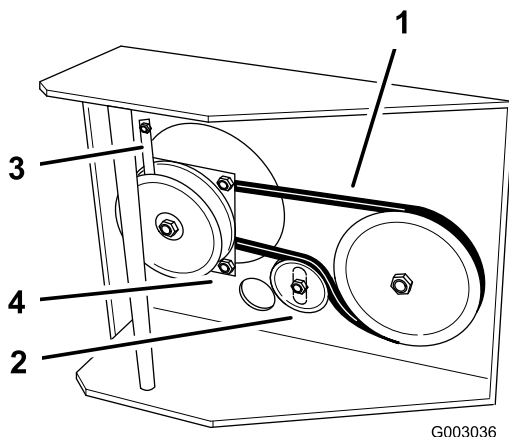

Figura 41
8. Desenganche el retén del embrague y retire el retén (Figura 41).
9. Afloje el perno de montaje de la polea tensora lo suficiente para poder desplazar la polea tensora, y retire la correa de tracción de la polea de la transmisión y del embrague (Figura 41).
11. Enganche el retén del embrague al embrague y fíjelo al bastidor con el perno de montaje del motor (Figura 41).
12. Apriete el perno del pivote a 19–24 Nm (170–220 pulgadas-libra) (Figura 41).